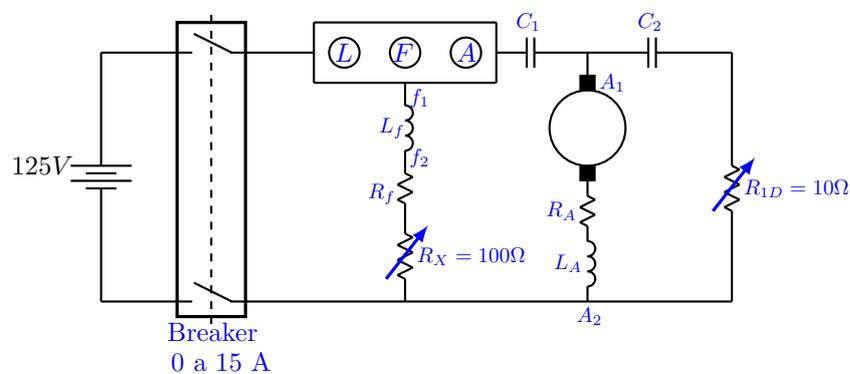

Figura 8: Circuito de potencia.
2. Monte el circuito de potencia de la figura 8 sin conectar la resistencia de frenado R_{1D} . Note que este circuito corresponde a un motor de corriente continua en derivación cuya alimentación de $125 V$ se obtiene del grupo 1 de potencia.